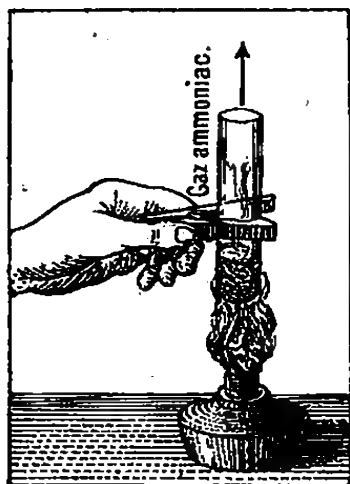

Fig. 89. — Le gaz ammoniac se dégage du purin.
8. Ammoniaque. — Si dans un tube de verre on chauffe un mélange de *chaux* et de *purin* (fig. 89), il se dégage un gaz incolore qui pique les yeux et provoque les larmes, le **gaz ammoniac**. — C'est un composé d'*azote* et d'*hydrogène*. Il s'en produit chaque fois que des matières organiques contenant de l'azote entrent en *putréfaction*; ainsi le purin, le fumier, etc., laissent dégager du gaz ammoniac.